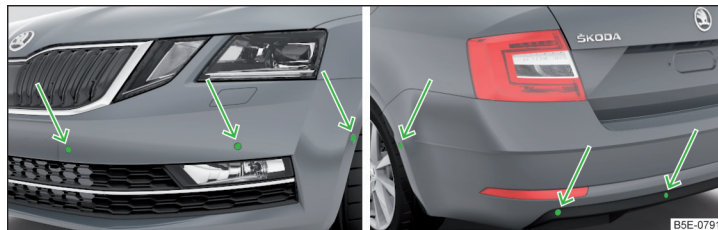

Fig. 254 Lugar de instalación de los sensores del lado izquierdo del vehículo: delantero / trasero
- Mantener los sensores del sistema » **fig. 254 de la pág. 228** limpios, libres de nieve y hielo, y no cubrirlos con ningunos objetos, de lo contrario puede estar limitado la función del sistema.
El sistema calcula la distancia entre el parachoques y un obstáculo mediante ondas ultrasónicas. Los sensores ultrasónicos se encuentran según el equipamiento del vehículo en el parachoques trasero o también en el delantero » fig. 254.